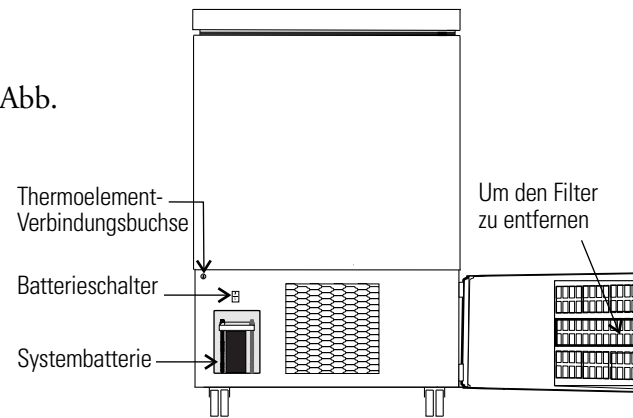

Abb. 5-2. Anordnung der Batterie und des Batterieschalters
2. Batterieschalter montieren (Abb. 5-2). Hauptschalter in die Position AUS (O) stellen.
3. Die drei Muttern, die die Batteriehalterung fixieren, entfernen. Siehe Abb. 5-2.
3 cu ft Modelle (Abbildung 5-2):